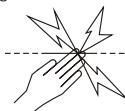

Figura 1: Símbolo de advertencia de peligro
- el símbolo de la figura 1, o